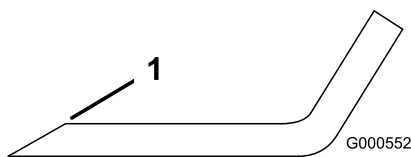

Figura 78
- Utilice una lima para afilar el filo de corte en ambos extremos de la cuchilla (Figura 78).
Nota: Si la cuchilla no está equilibrada, rebaje algo el metal en la parte de la vela solamente (Figura 78).